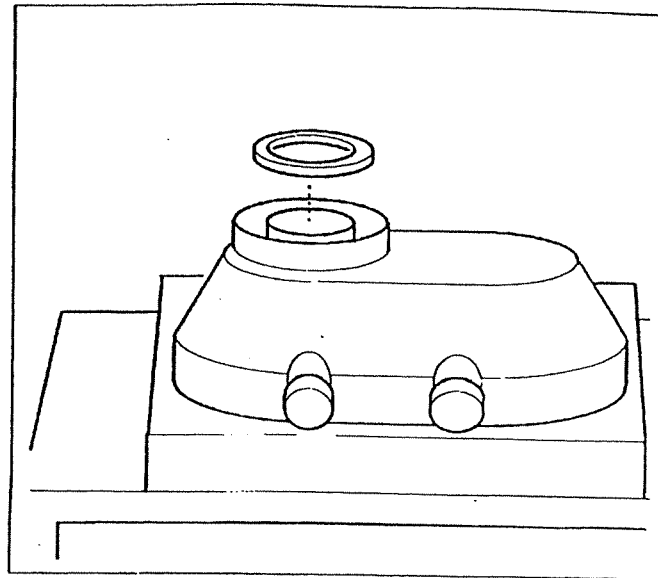

Fig. 9 Inserire l'anello di riduzione nel tronchetto di scarico
- ◆ Inserire l'anello di riduzione da $\varnothing 99$ mm / $\varnothing 83$ mm nel tronchetto di scarico gas della caldaia (Fig. 9).